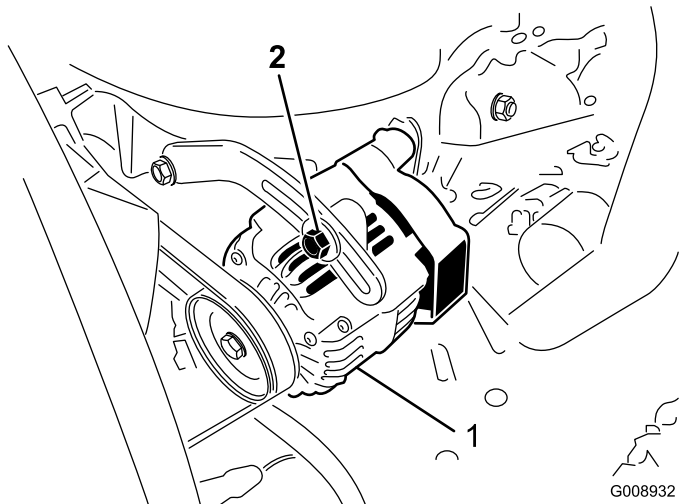

Рисунок 49
2. Если прогиб не равен 10 мм, ослабьте болты крепления генератора (Рисунок 49).